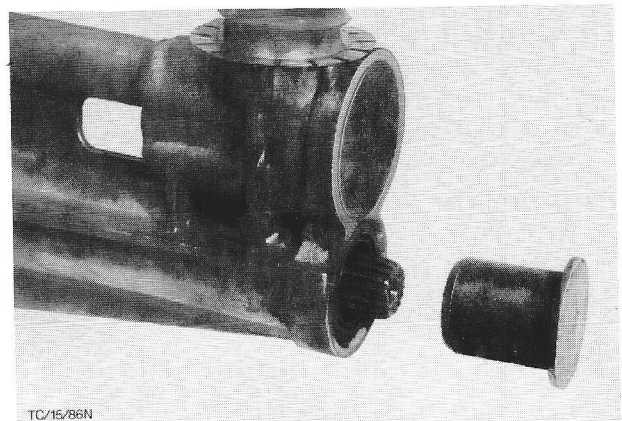

Fig.126 Dop voor de hoofdas.
3. Trek de cardanas uit het verlengstuk van het versnellingsbakhuis. Sluit, om te voorkomen dat olie wegstroomt, het verlengstuk van de versnellingsbak met een gaffelstuk of een dop voor de hoofdas af (fig. 126).